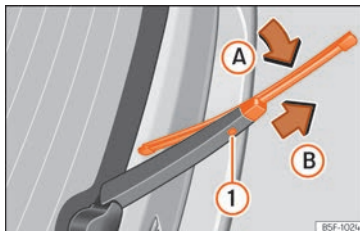

Fig. 64 Canvi de l'escombreta del vidre posterior.
»» **fig. 64.**
- Abaixeu l'escombreta en la direcció del braç de l'eixugaparabrises »» **fig. 64** (fletxa **A**) tibant en el sentit que indica la fletxa **B**. És probable que hagueu de fer servir molta força.